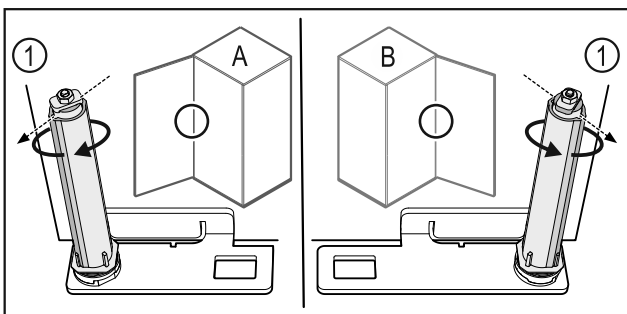

Fig. 55 Atidarymas į kairę (A) / atidarymas į dešinę (B)
- ▶ Sukite uždarymo sistemą, įveikdami pasipriešinimą, kol uždarymo sistemos pertvara Fig. 55 (1) bus nukreipta į išorę.